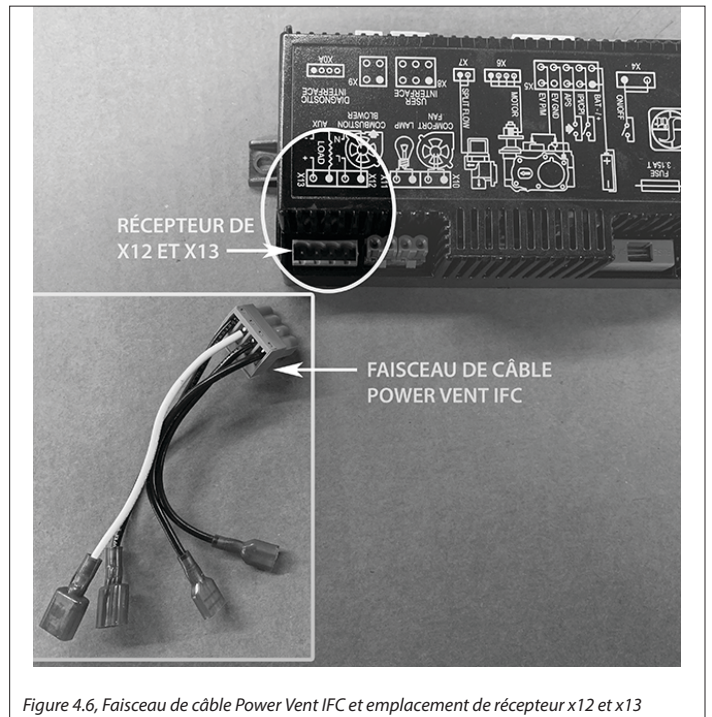
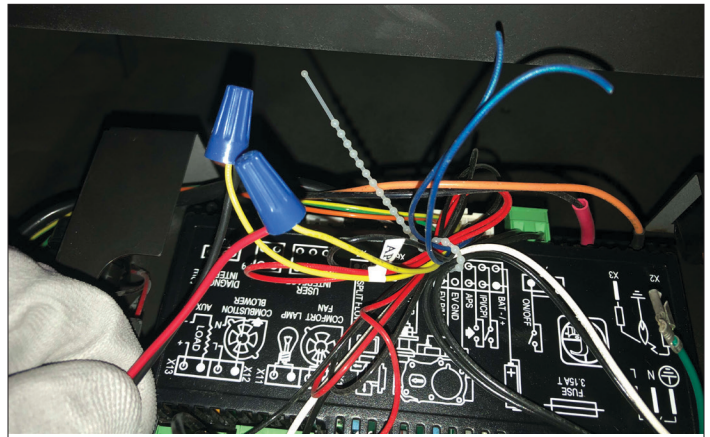

Figure 4.6, Faisceau de câble Power Vent IFC et emplacement de récepteur x12 et x13
Figure 4.8, Serre-fils installés aux fils identifiés «APS»
NOTE: Utilisez le schéma de câblage de Figure 4.8 pour vous guider, en suivant les instructions ci-dessous.
3. Repérez le Faisceau de câble Power Vent IFC (fourni avec ce kit). Branchez le connecteur de faisceau dans le récepteur de X12 et X13. Voir Figure 4.6.
4. Le faisceau de câble du Power Vent comporte un fil noir (porteur de tension) séparé avec deux connexions femelle à branchement rapide aux deux extrémités. Branchez-les aux fils noirs (connexions à branchement rapide) sortant du module de contrôle, à l'emplacement de connexion X12 du ventilateur de combustion. Voir Figure 4.6 et Figure 4.8.